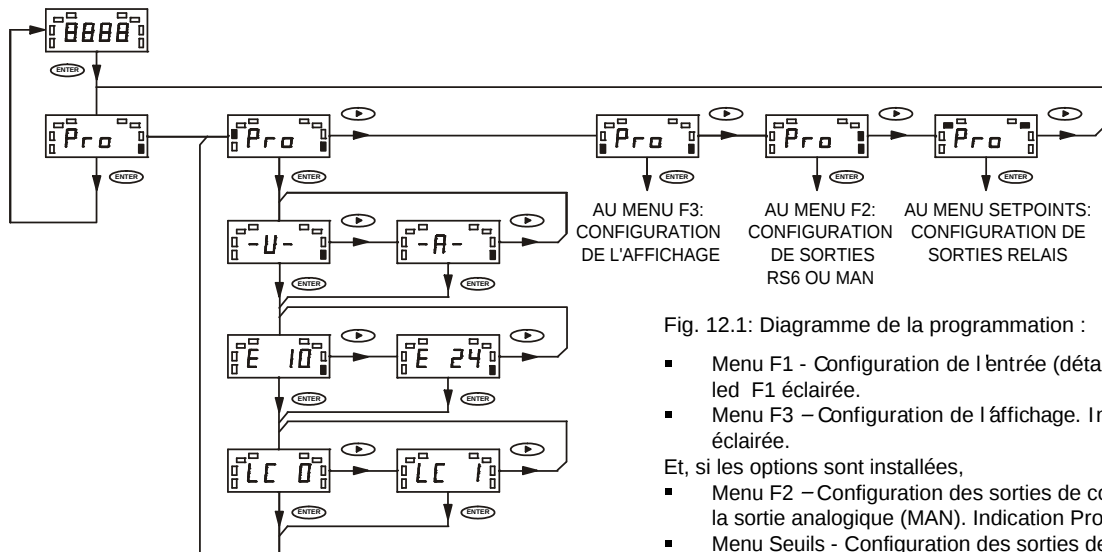

Fig. 12.1: Diagramme de la programmation :
2. / Le diagramme détaillé (fig. 12.1) du menu F1 de programmation de l'entrée donne les trois pas dans lesquels les paramètres à configurer sont : Le type d'entrée (-U-) pour les transducteurs avec sortie tension ou (-A-) pour ceux en sortie courant, La tension d'excitation (10 V ó 24 V) que doit fournir l'appareil pour alimenter le transmetteur si nécessaire et le blocage éventuel des fonctions Tare et Reset de tare. Ci-après et avec beaucoup de détails, nous expliquons pas à pas la configuration de ces paramètres.